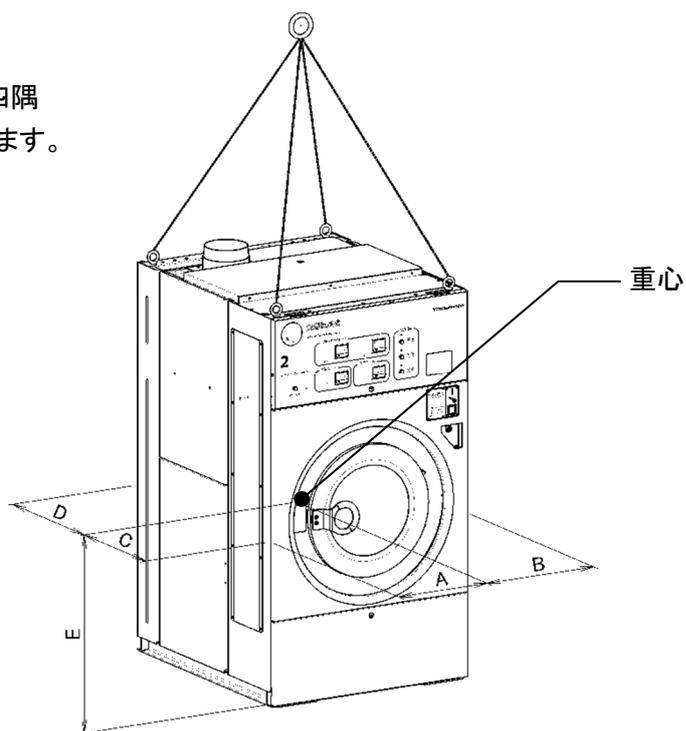

図 3-1
- 3) クレーン等で本機を吊り上げるときは、本体上部四隅(図3-1)の4ヶ所に必ずフックを掛けて吊り上げます。
- 4) 重量と重心(図3-1)